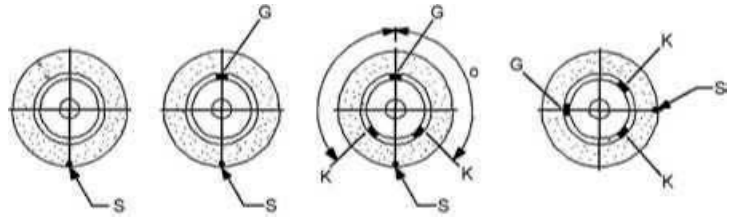

Рис. 4
8. Установите оправку и шлифовальный круг на станину и отметьте центр тяжести «S» мелком (Рис. 4).
9. Установите противовес «G» прямо напротив центра тяжести «S» (Рис. 4).
или «S» (Рис. 4).
11. Установите два противовеса «K» на легкой стороне. Если круг еще не выровнен, отрегулируйте «K» (Рис. 4).